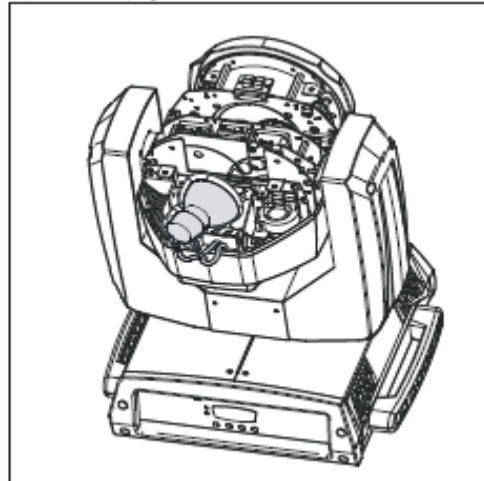

Figura 4
4. Desconecte la lámpara y conecte la lámpara de repuesto (figura 4).